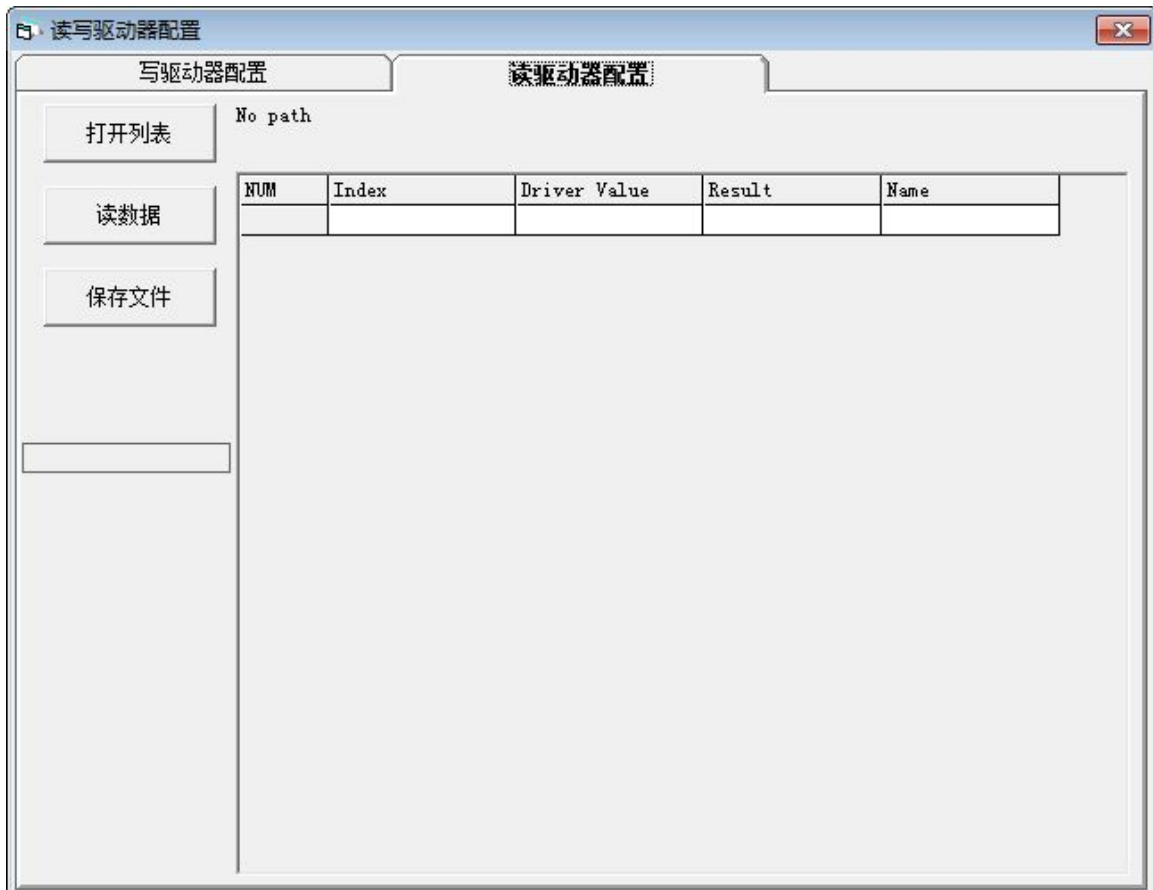

图 5-6 读驱动器配置
- 点击“打开列表”，选择软件安装路径下的参数列表文件（.cdo），参数列表会显示在图 5-6 的窗口中。